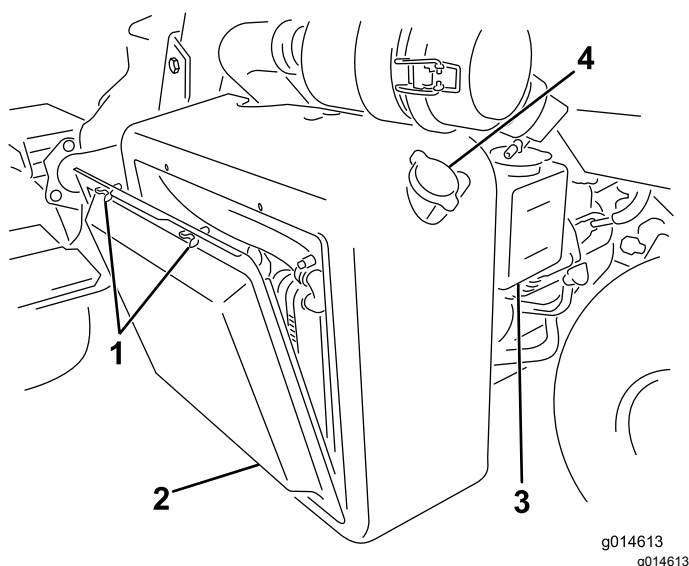

Figura 52
1. Rimuovete la griglia del radiatore (Figura 52).